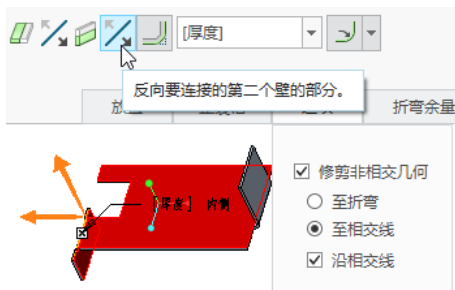

图 1-173 设置反向第二个壁等
(10) 在“选项”面板中确保勾选“修剪非相交几何”复选框，单击“至相交线”单选按钮，并勾选“沿相交线”复选框，然后单击 旁的 （反向第二个壁）按钮，此时如图 1-173 所示。有兴趣的读者，还可以利用“止裂槽”面板尝试更改默认的止裂槽类型及其参数，并观察相应的效果。